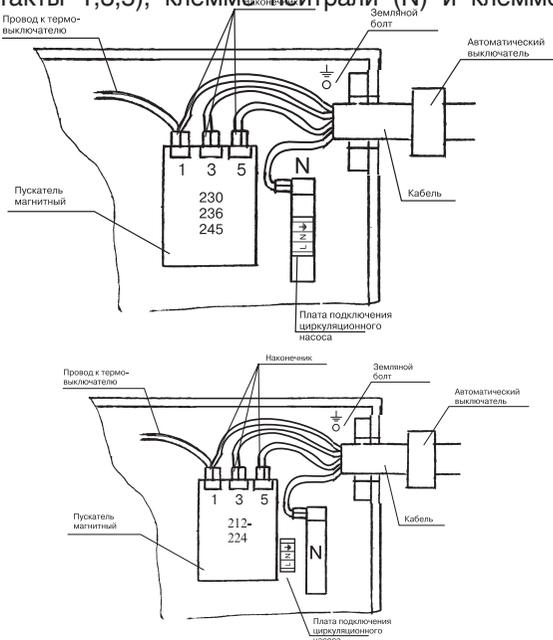

Рис.3.
5.3. Подключение электродатчика к электросети производить согласно схеме рис. 3,4 с обязательным применением планок и накопечников из комплекта поставки. Наконечники закрепить к проводам рабочей (фазной) проводки (3 шт.), к проводам рабочей и защитной нейтрали (2 шт. – П6-6-ЛТ-07), опять, закрепить гайками к пускательному магнитоному (контакты 1,3,5), клемме нейтрали (N) и клемме заземления (⏚).